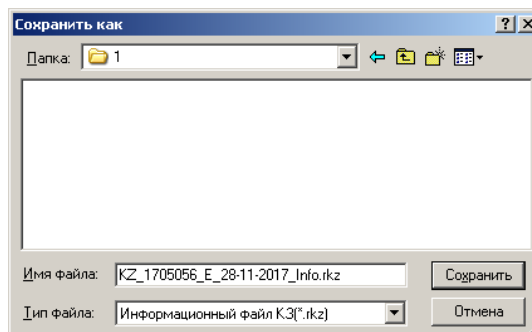

Рис.2
2.2.2 Выбрать пункт меню «Получить информационные данные для обновления». Сохранить информационный файл с именем «KZ_№ ключа/_тип ключа/_info/_дата.rkz» в выбранной директории (пример: KZ_1705056_E_info_28112017.rkz), рис.2.